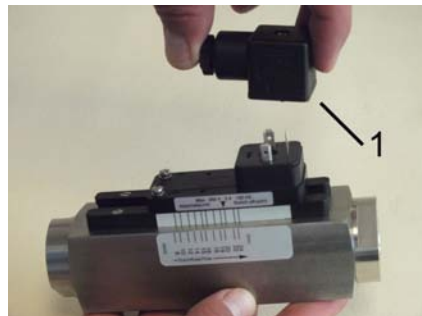

Abb. 21: Steckerdose abziehen
2. ➤ Steckerdose (Abb. 21/1) abziehen